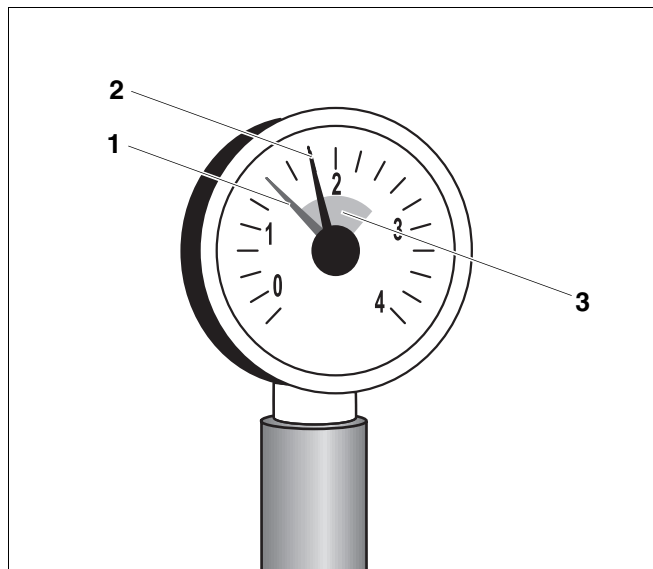

Abb. 6 Manometer für geschlossene Anlagen
Bei geschlossenen Anlagen muss der Manometerzeiger (Abb. 6, **Pos. 2**) innerhalb der grünen Markierung (Abb. 6, **Pos. 3**) stehen.
Der rote Zeiger (Abb. 6, **Pos. 1**) des Manometers muss auf den für die Anlage erforderlichen Druck eingestellt sein. Der Fachhandwerker stellt für Sie den erforderlichen Druck ein.
- Prüfen Sie ob der Manometerzeiger (Abb. 6, **Pos. 2**) innerhalb der grünen Markierung (Abb. 6, **Pos. 3**) steht.
Wenn der Manometerzeiger (Abb. 6, **Pos. 2**) die grüne Markierung (Abb. 6, **Pos. 3**) unterschreitet, ist der Wasserdruck der Anlage zu gering. Sie müssen das verloren gegangene Heizungswasser mit Ergänzungswasser auffüllen.
- Füllen Sie das Ergänzungswasser über den KFE-Hahn (Kessel Füll- und Entleerhahn) ein, bis der Manometerzeiger (Abb. 6, **Pos. 2**) innerhalb der grünen Markierung steht.